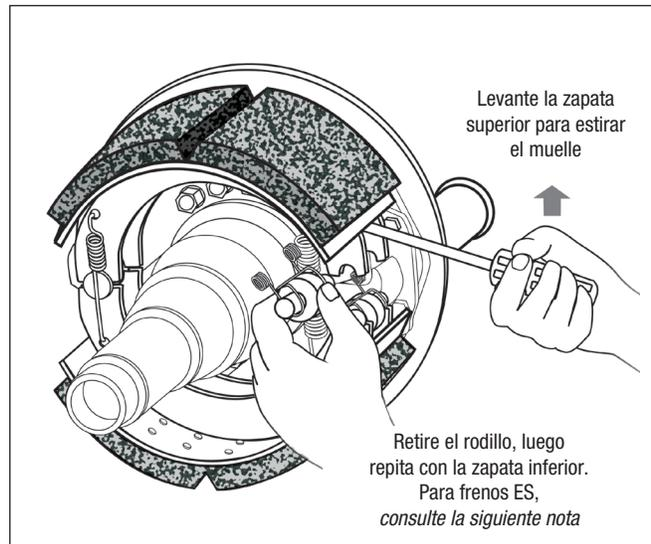

Figura 13 – Desmontaje del pasador y el rodillo de leva superior
3. Con un destornillador grande o una palanca, levante la zapata superior para estirar el muelle de retorno como se muestra en la figura 13.